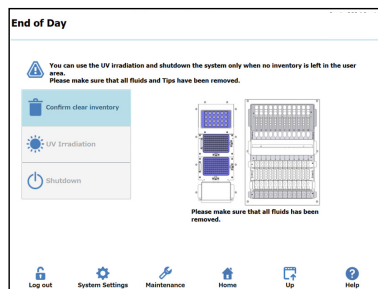

Figura 18: Ecrã Fim do dia
26. No ecrã Início, selecione “Fim do dia”. É mostrado o ecrã seguinte (Figura 18).